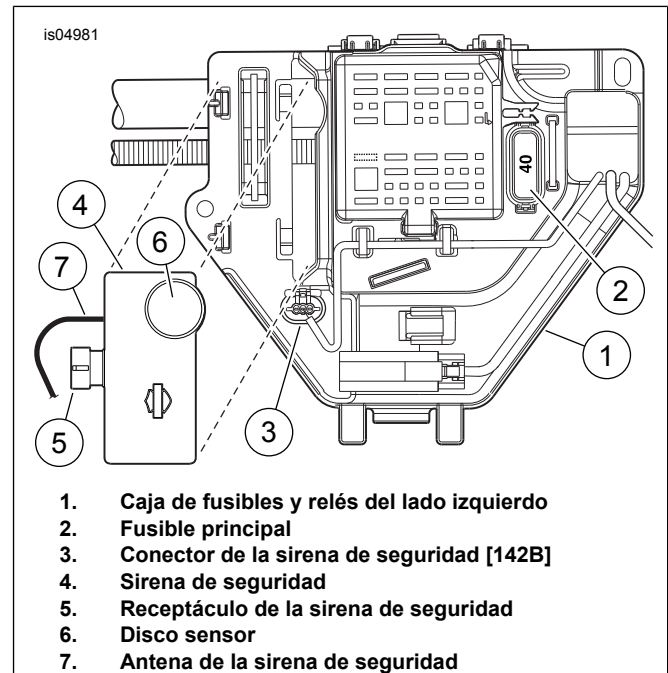

Figura 16. Instalación de la sirena (FL Touring 2008-2013)
- Vea la Figura 16. Quite el conector de la sirena de seguridad [142B] (3) del retén en la caja de fusibles y relés. Inserte el conector de la sirena de seguridad [142B] en el receptáculo de la sirena de seguridad (5) hasta que el conector se cierre firmemente.
- Deslice la sirena en su lugar en el lado izquierdo de la caja de fusibles y relés para que el disco sensor (6) quede hacia fuera.